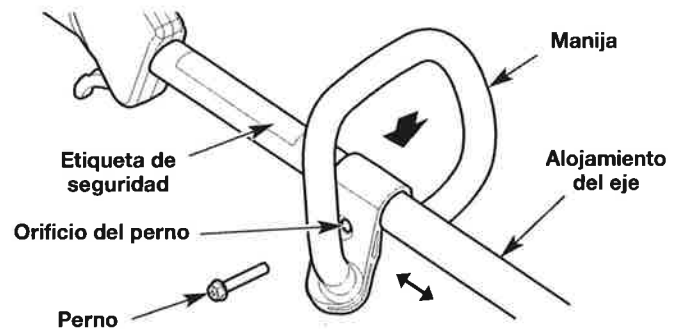

Fig. 3
1. Oprima la manija hacia abajo sobre el alojamiento del eje (Fig. 3). Asegúrese de que el orificio del perno mire hacia la derecha (Fig. 3).
2. Inserte el perno en el orificio del perno y oprímalo para que pase a través de él (Fig. 3). Ajuste el perno con un destornillador de cabeza plana, pero no lo ajuste completamente.
3. Mantenga la unidad en posición operativa (Fig. 10) y mueva la manija hasta una ubicación confortable (Fig. 3). Compruebe que la manija esté ubicada más allá del extremo de la etiqueta de seguridad (Fig. 3).
1. Afloje el perno con un destornillador de cabeza plana (Fig. 3).
2. Mantenga la unidad en posición operativa (Fig. 10) y mueva la manija hasta una ubicación confortable (Fig. 3). Compruebe que la manija esté ubicada más allá del extremo de la etiqueta de seguridad (Fig. 3).